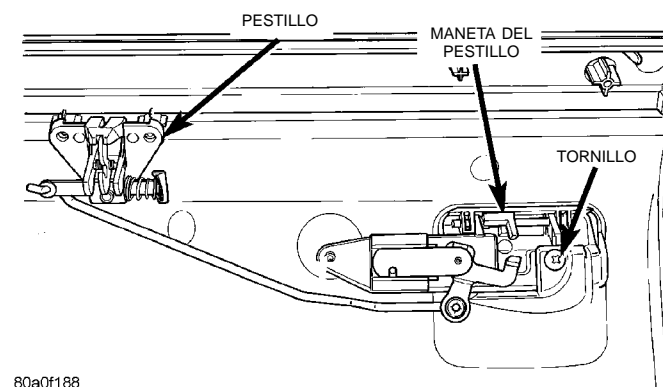

Fig. 19 Desmontaje/instalación del pestillo y la maneta de la guantera
(1) Retire la guantera tal como se describe en este grupo.
(2) Retire la bisagra de la guantera y el anaquel de la guantera tal como se describe en este grupo.
(3) Retire los dos tornillos del marco, dos tornillos del pestillo, y un tornillo de la maneta del panel interior de la puerta de la guantera.
(4) Retire el panel interior de la puerta de la guantera.
(5) Retire el segundo tornillo de la maneta del pestillo de la guantera (Fig. 19).